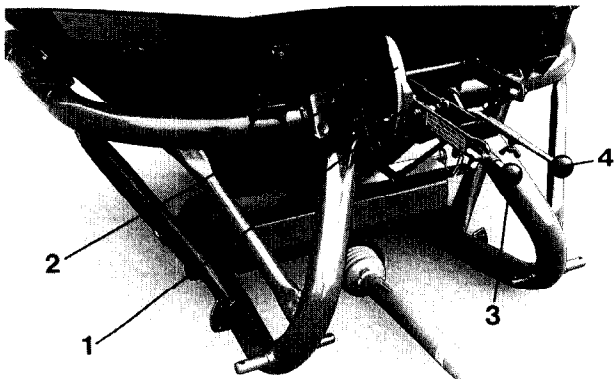
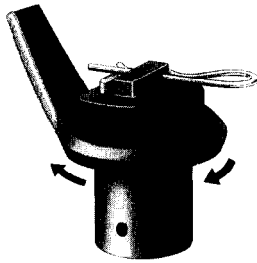
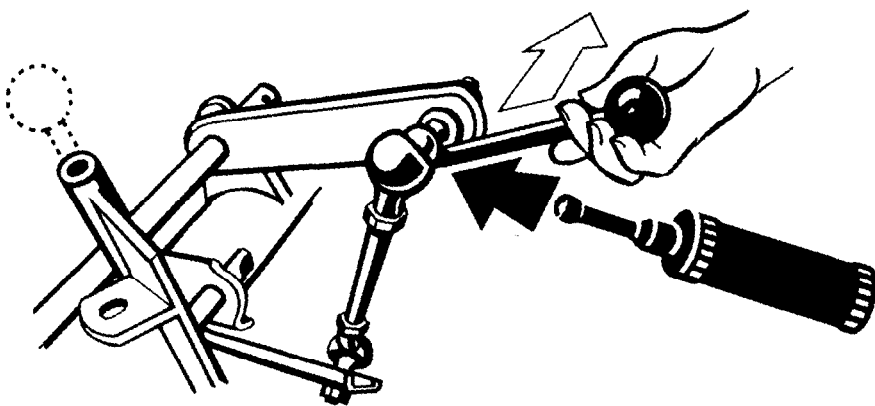

Fig. 2
Fig. 4
Fig. 7
- 3.2 Instellen van de strooier Vervolgens bij het instellen van de schakelhendel er op letten dat beide schakelhendels (fig. 2/3 en 2/4) op de aanslag (fig. 2/1) van de strooihoeveelhedsinstelling aanliggen. De instelling van de strooier op de gewenste doseerhoeveelheid gaat overeenkomstig de strooitabel. Afwijkingen kunnen optreden als gevolg van de verschillen in toestand van de kunstmestsoorten. De strooibreedte is verschillend en hangt af van de soort en de oppervlakte gladheid van de kunstmest. De strooibreedte is evenzo uit de strooitabel af te lezen en te controleren (zie strooitabel). Daarbij er op letten dat een gelijke overlapping, bij elke strooibreedte opgave, verkregen wordt.
Hiertoe wordt de rechtse bedieningsstang (fig. 2/3), in rijrichting gezien, zover uitgetrokken dat beide bedieningsstangen (fig. 2/3 en 2/4) afzonderlijk geschaakeld kunnen worden. Wanneer lange percelen "eenzijdig" gestrooid moeten worden, moet de "opzet" van de betreffende roerderkop (fig. 4) in de niet werkende trechterbodem afgenomen worden (fig. 5), of de betreffende trechterpunt, met de "afdekplaat" (extra uitvoering) worden afgedekt. Wanneer een "roerkop-uitschakeling" (zie 5.2) aan de strooier is, kan aan de afgesloten kant, onder de trechterbodem, de betreffende roerkop, door uittrekken van een koppelen, uitgeschakeld worden. Is bij het "perceelkant strooien" het rijspoor in het eerste "zaaispoor", dan wordt aanbevolen een "kantstrooiplaat" aan te brengen (zie 5.5).
- 4.4 De kogelkoppelingen van de Schakelstangen van tijd tot tijd, door de bedieningsstang (fig. 2/3 of 2/4) los te maken (zie fig. 7), **reinigen en invetten**.